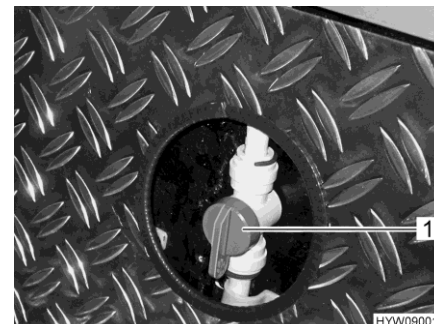

Fig. 129 Valvola di mandata (riscaldamento garage di coda)
- Collocare la maniglia (Fig. 129,1) sulla valvola di mandata per il riscaldamento garage di coda in posizione parallela rispetto alla tubatura del riscaldamento. Il riscaldamento garage di coda sarà al massimo.
- Collocare la maniglia (Fig. 129,1) sulla valvola di mandata per il riscaldamento garage di coda nella posizione desiderata. In questo modo la distribuzione dell'acqua calda verso il garage di coda può essere regolata in modo continuo.
- Collocare la maniglia (Fig. 129,1) sulla valvola di mandata per il riscaldamento garage di coda trasversalmente rispetto alla tubatura del riscaldamento. Il riscaldamento garage di coda viene quindi spento.